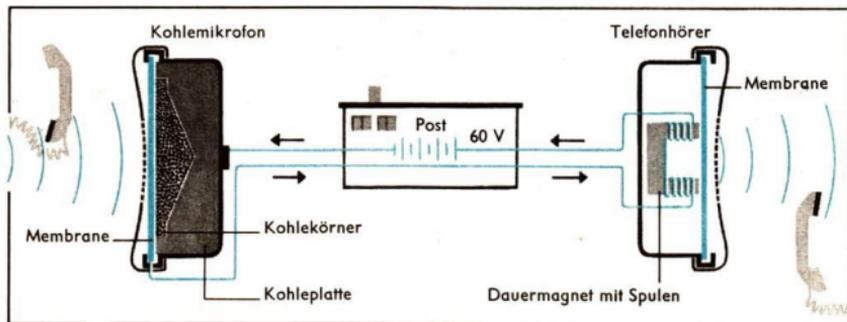

Bild 101/1 Schematische Darstellung des Stromkreises einer Telefonanlage
Wichtige Teile des Stromkreises beim Telefonieren sind das Mikrofon, der Telefonhörer und die Spannungsquelle (Bild 101/1). Die **Spannungsquelle** besteht aus Batterien mit 60 V Gleichspannung. Die Spannungsquelle befindet sich im allgemeinen im Fernmeldeamt.
Der **Lautsprecher** ist ein Gerät, das Stromschwankungen in Schallwellen umwandelt. Die einfachste Ausführung ist der Telefonhörer (Bild 101/1). Wenn die Stromstärke schwankt, dann verändert sich die Anziehung der Membrane durch den Elektromagneten. So führen Stromschwankungen zu Schwingungen der Membrane. Diese Schwingungen nehmen wir als Schallwellen wahr. ④
- ① Durch ein Bauelement mit einem elektrischen Widerstand von 80Ω fließt ein elektrischer Strom.